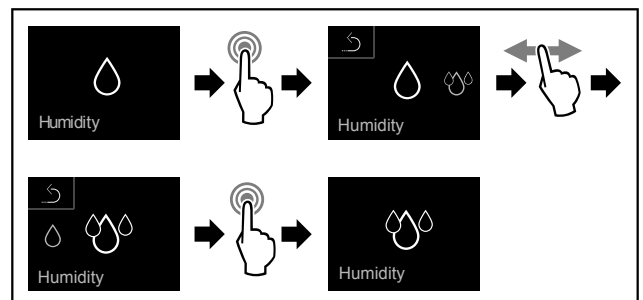

Fig. 69
- ▶ Obavite korake postupka (pogledajte Fig. 69) .